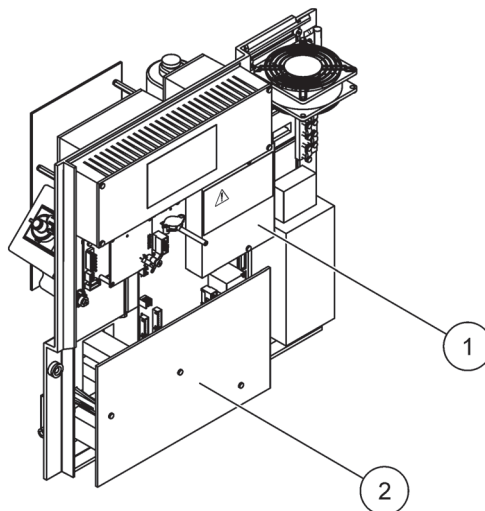

Figura 14 Retire as coberturas de protecção
Ver Figura 14 para a remoção da cobertura de protecção.
3. Retire os dois parafusos da cobertura de protecção e retire a cobertura (item 1, Figura 14 na página 25).
6. Retire os três parafusos que fixam a cobertura do painel inferior. (item 2, Figura 14 na página 25). Retire o painel.
3. Retire a cobertura de protecção (Figura 14 na página 25).